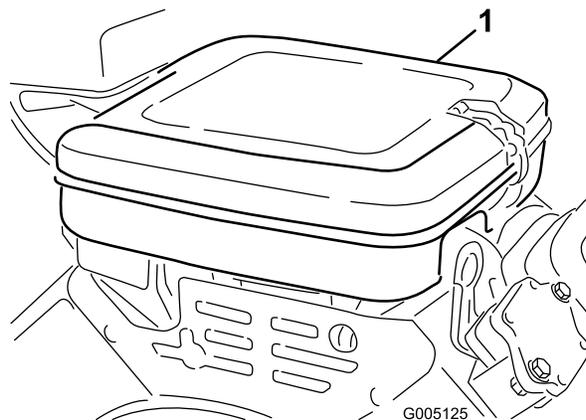

Рисунок 42
1. Откройте зажимы и снимите крышку воздухоочистителя (Рисунок 42). Тщательно очистите крышку.